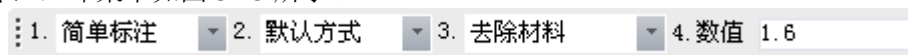

图 3-75 粗糙度标注立即菜单
- 2) 【1】形位公差符号分区：符号 表示处，它排列出形位公差【直线度】、【平面度】、【圆度】等符号按钮，用户单击某一按钮，即在显示图形区填写，如图 3-75 中填写了【位置度】符号。
数值输入框：用于输入形位公差数值，如图 3-75 中的 0.015；
形状限定：它弹出列表框，可选项为（空），（-）：只许中间向材料内凹下、（+）：只许中间向材料外凸起、（>）：只许从左至右减小、（<）：只许从右至左减小。如图 3-75 中，选中后缀为（-）。
相关原则：它弹出列表框，可选项为（空），（P）：延伸公差带、（M）：最大实体要求、（E）：包容要求、（L）：最小实体要求、（F）：非刚性零件的自由状态条件。如图 3-75 中，选中后缀为（M）。选中与修改各内容后立即在预显区内显示，如图中的 $\phi 0.1$ 。
执行粗糙度命令，立即菜单如图 3-75 所示。